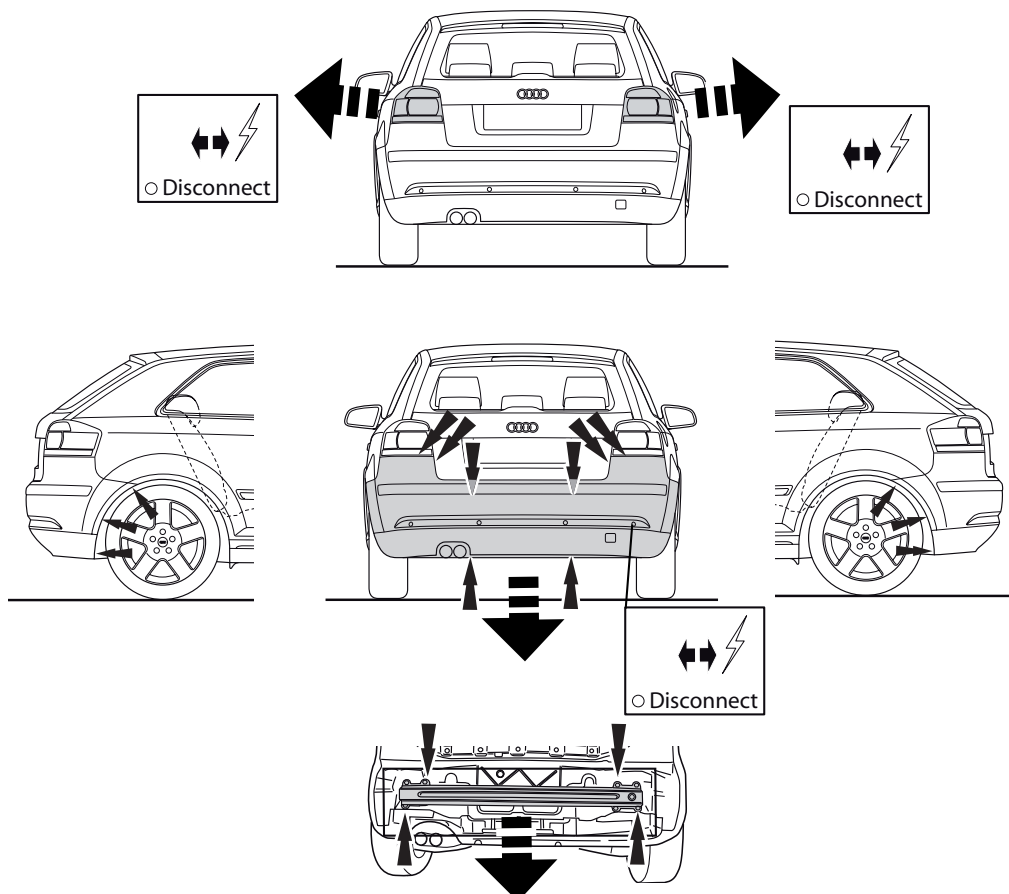

Fig. 1
2. Снять бампер. См. рисунок 1.
1. Remove the rear-light units. See figure 1.
2. Remove the bumper. See figure 1.
1. Die Rücklichter abmontieren. Siehe Abbildung 1.
2. Die Stoßstange abmontieren. Siehe Abbildung 1.
1. Démonter les feux arrière. Voir la figure 1.
2. Démonter le pare-chocs. Voir la figure 1.